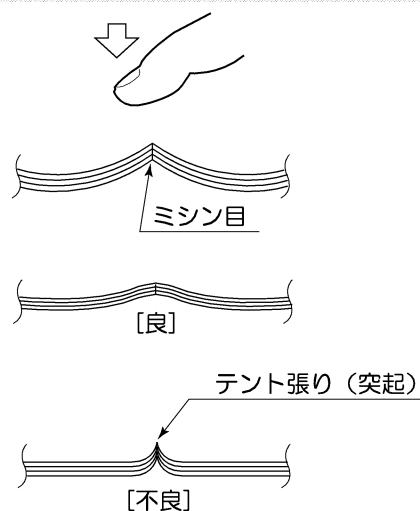

図6.9 折り目のふくらみ限度
- ・ 用紙を広げたあと、図6.9のように折り目を指で押しても折り目にできるふくらみ（テント張り）が残る用紙は使用しないでください。